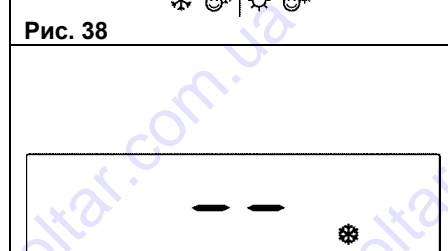

Рис. 39
- Защита от замерзания (рис. 39): если температура воды в котле опустится ниже безопасного уровня, включится циркуляционный насос и горелка на минимальной мощности, чтобы довести температуру воды до безопасного уровня (35°C). На дисплее загорится символ.